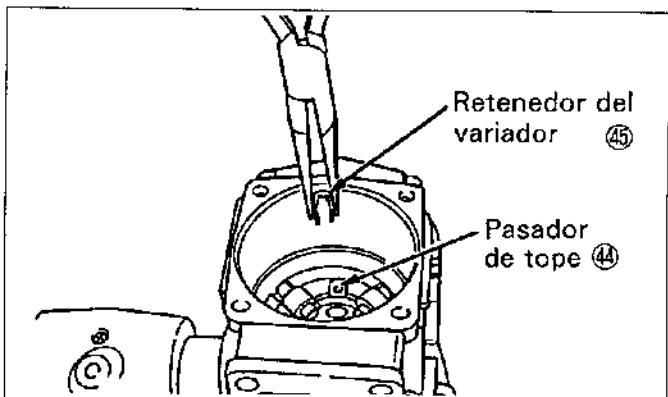

Figura.12-19 Extracción del pasador de tope
(1) Extraiga cuidadosamente el retenedor del variador ④5 y el pasador de tope ④4 con unas tenacillas. (Vea la figura.12-19)